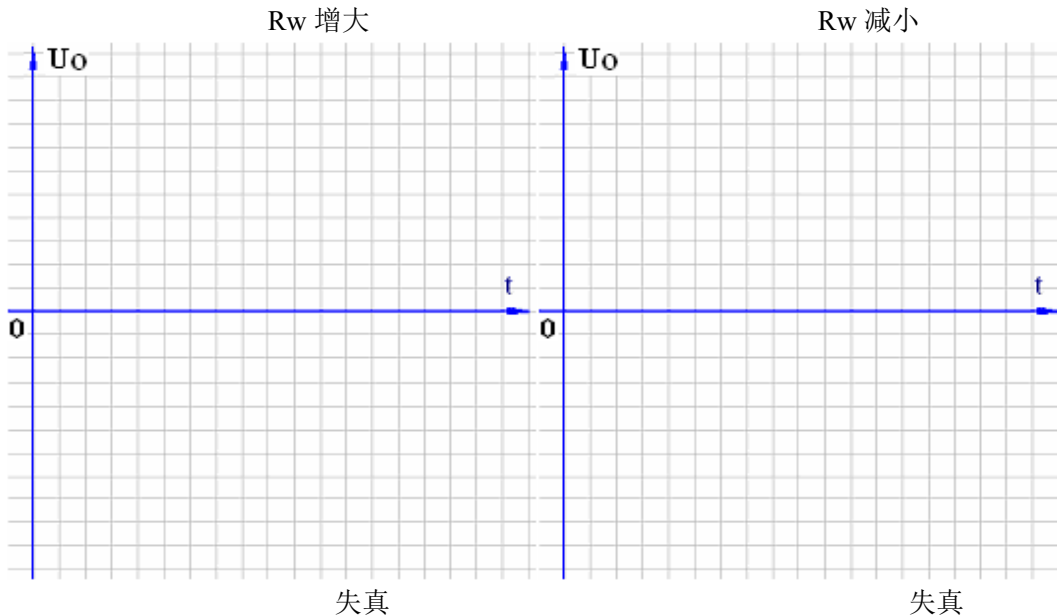

图 5-2 非线性失真的图像
- \*6、在  $R_C$  为  $3K\Omega$ ， $R_L$  开路的状态下，增加输入信号有效值至  $50mV$ ，分别调节  $R_w$  增大、减小，至出现失真，在图 5-2 中记录失真波形，并分析是饱和失真还是截止失真。